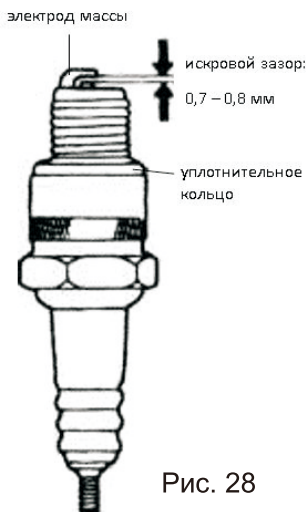

Рис. 28
5. Измерьте расстояние между электродами с помощью щупа. (см. рис. 28) Расстояние между электродами: $0,70 \pm 0,80$ мм. При необходимости подогните электрод массы до нужного расстояния.